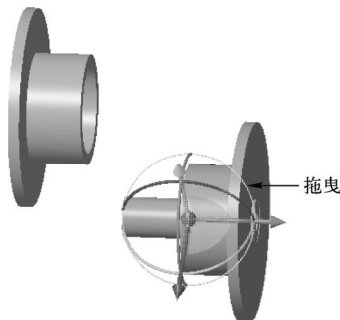

图 11-73 拖曳鼠标指针
STEP 03 打开“元件放置”选项卡,此时元件被激活,在绘图区中的坐标控制器上单击鼠标左键并拖曳鼠标指针,如图11-73所示。